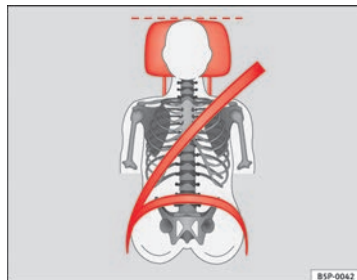
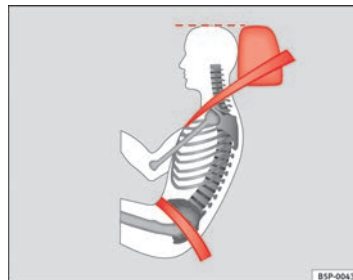

Fig. 71 Vista anteriore: poggiatesta e cinture di sicurezza posizionati correttamente
Fig. 72 Vista laterale: poggiatesta e cinture di sicurezza posizionati correttamente
- Regolare il poggiatesta portando il suo bordo superiore alla stessa altezza della parte superiore della testa, almeno all'altezza degli occhi ⇒ fig. 71 e ⇒ fig. 72.